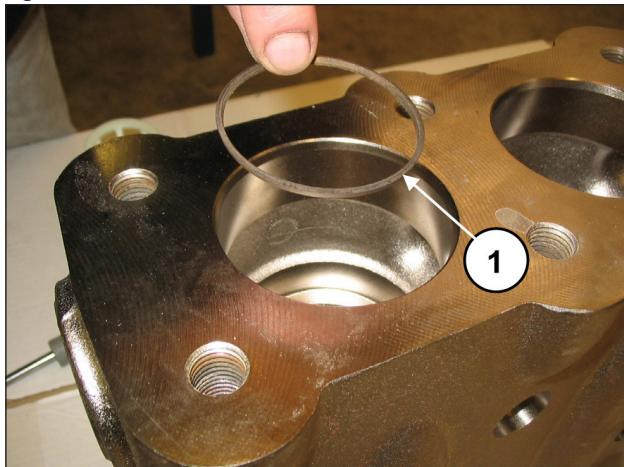

Fig. 102
Insira o anel anti-extrusão, pos. de explosão nº. 4 (pos. ①, Fig. 102).